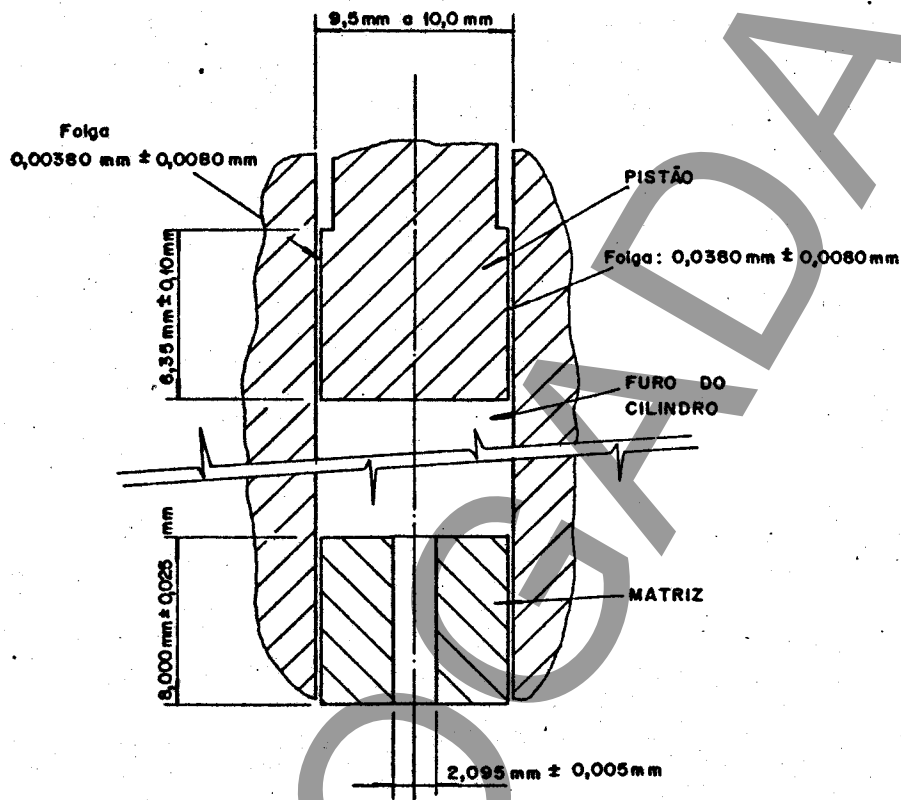

FIGURA 2 - Detalhes do plastômetro
3.1 O Índice de Fluidez (MFI) de polietileno é a quantidade de material extrudado através de uma matriz (Figura 2) durante 10 minutos e temperatura de 190°C sob a ação de uma determinada carga.
NOTA 4: A folga entre o cilindro e a ponta do pistão deve ser de $0,038 \text{ mm} \pm 0,008 \text{ mm}$ (Figura 2).
A matriz deve ter um comprimento de $8,000 \text{ mm} \pm 0,025 \text{ mm}$ e deve ser feito de aço. O diâmetro interno deve ser de $2,095 \text{ mm} \pm 0,005 \text{ mm}$ (ver Figura 2).